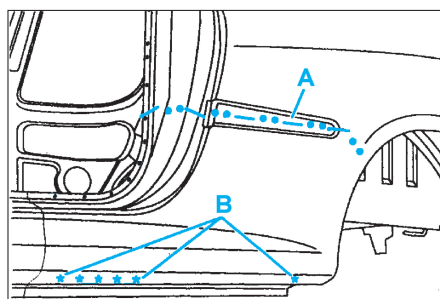

FIG. 86
• Tracer puis découper à l'aide d'une meule épaisseur 1 mm suivant (A) (coupe provisoire) (Fig.86).